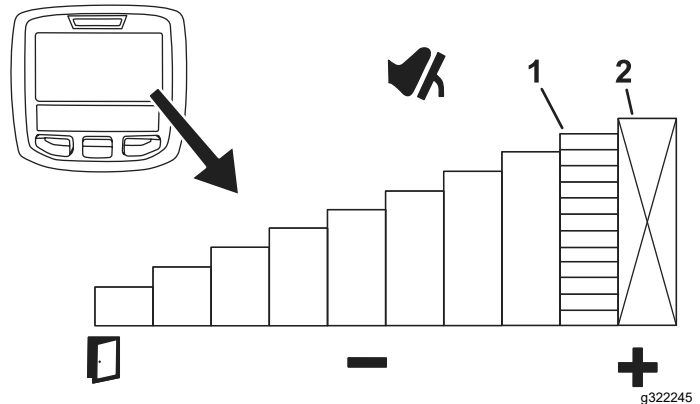

Рисунок 50
отдельную скорость для диапазонов скашивания и транспортировки (Рисунок 50).
- Для перехода к этой функции нажмите среднюю кнопку инфо-центра на главном экране (Рисунок 50).